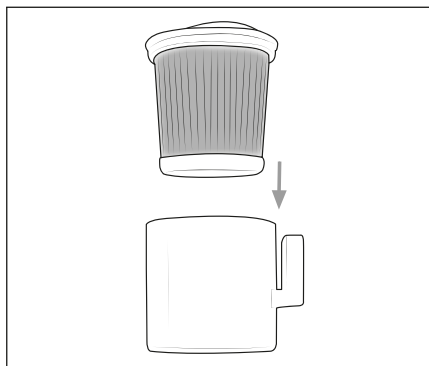

Fig. 20
- 7) Inserire il filtro HEPA ④ nel contenitore del filtro HEPA ⑤ (vedere fig. 20).